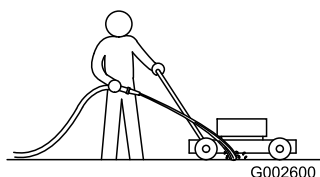

Figure 54
1. Mettez le moteur en marche après avoir amené la machine sur une surface revêtue plane et dirigez un jet d'eau devant la roue arrière droite (Figure 54).